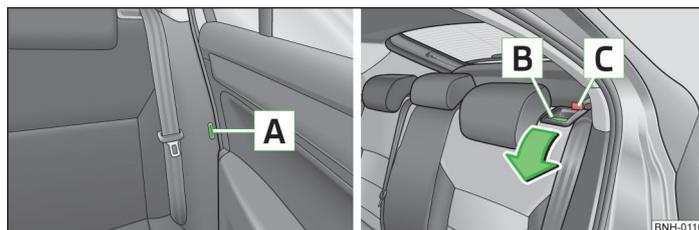

Fig. 36 Déverrouiller le dossier du siège
- Insérez la boucle de la ceinture de sécurité dans l'ouverture **A** » fig. 36 du côté véhicule concerné - position de sécurité.